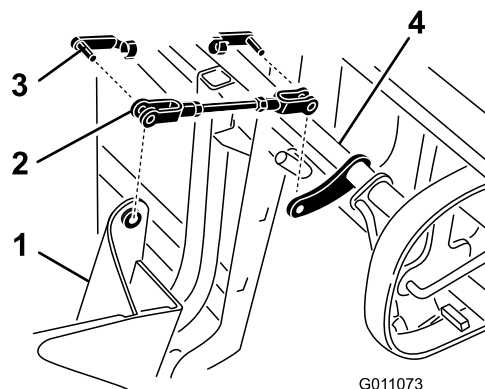

Figura 13
9. Instale as forquilhas na estrutura do depósito de recolha de relva e manípulo e prenda-as com duas molas de pino de segurança (Figura 13).
10. Rode a ligação do manípulo do depósito de recolha de relva até à estrutura do depósito de recolha de relva e prenda-a com uma mola de pino de segurança (Figura 13). Desaperte e rode a forquilha se necessário para alinhar com a estrutura do depósito de recolha de relva.